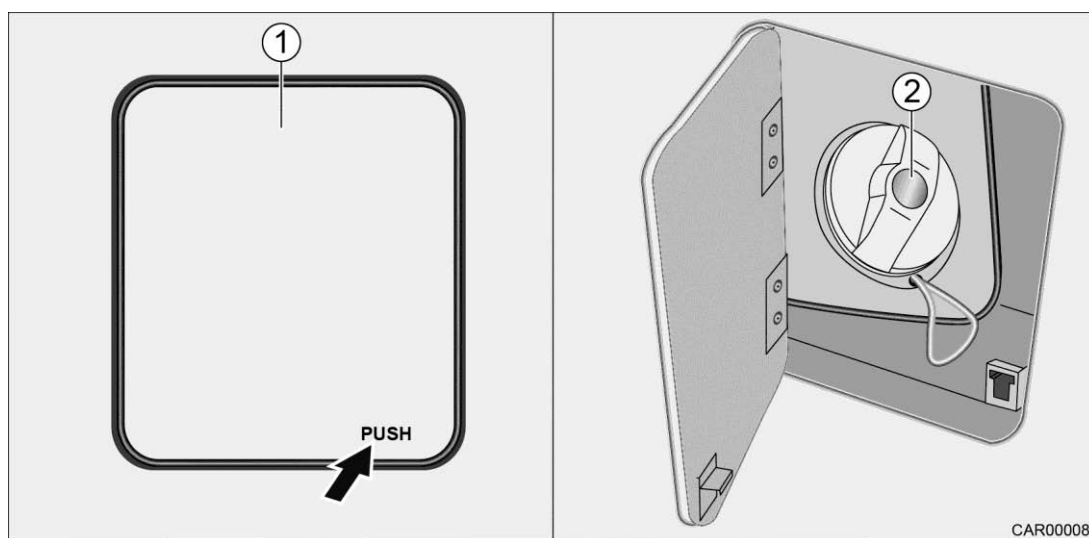

Fig. 13 Bouchon de carburant modèle I
1. Ouvrir le bouchon de carburant (Fig. 13/1). Pour cela appuyer sur le coin inférieur de droite avec l'inscription « PUSH ». Le clapet s'ouvre.
2. Ouvrir la serrure du réservoir (Fig. 13/2).
3. Fermer le clapet du bouchon de carburant (Fig. 13/1). Pour cela appuyer sur le coin inférieur de droite avec l'inscription « PUSH » et faire encliqueter le clapet.